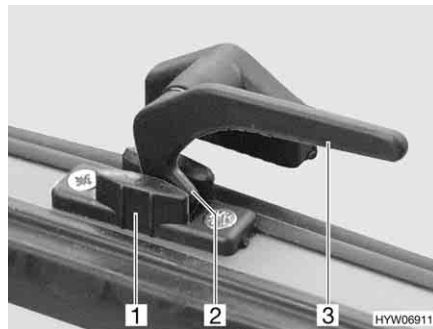

Fig. 69 Leva di serraggio in posizione "Aerazione continua"
- In posizione di "Aerazione continua" (Fig. 69)
- Ruotare la leva di serraggio (Fig. 69,3) di un quarto di giro verso il centro della finestra.
- Ruotare la leva di serraggio di un quarto di giro verso il telaio della finestra. Riportare contemporaneamente il nasello di chiusura (Fig. 69,2) nella rientranza della chiusura della finestra (Fig. 69,1).